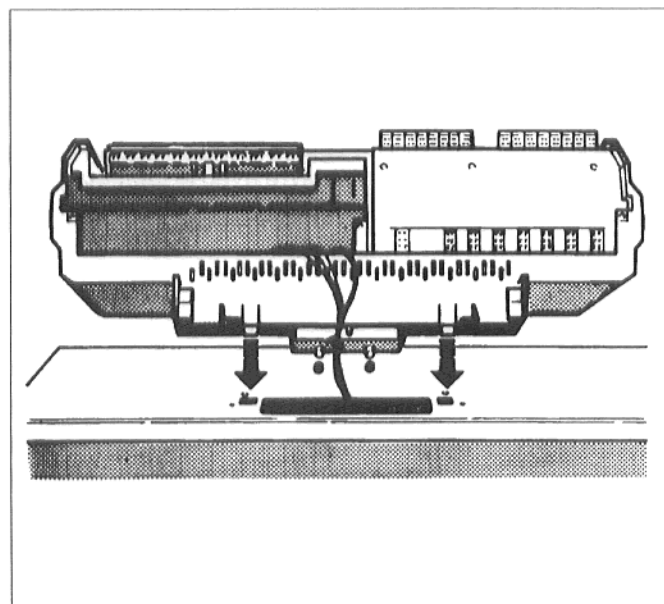

Fig. 15: Pose du tableau de commande
- Placer le tableau de commande sur le capot avant de manière à insérer les crochets du bas du tableau dans les trous oblongs (Fig. 15)
Engager les capillaires des sondes de température, et dans le cas d'une régulation " Ecomatic " le câble de la sonde de température d'eau de chaudière, dans l'ouverture du capot avant (Fig. 15)